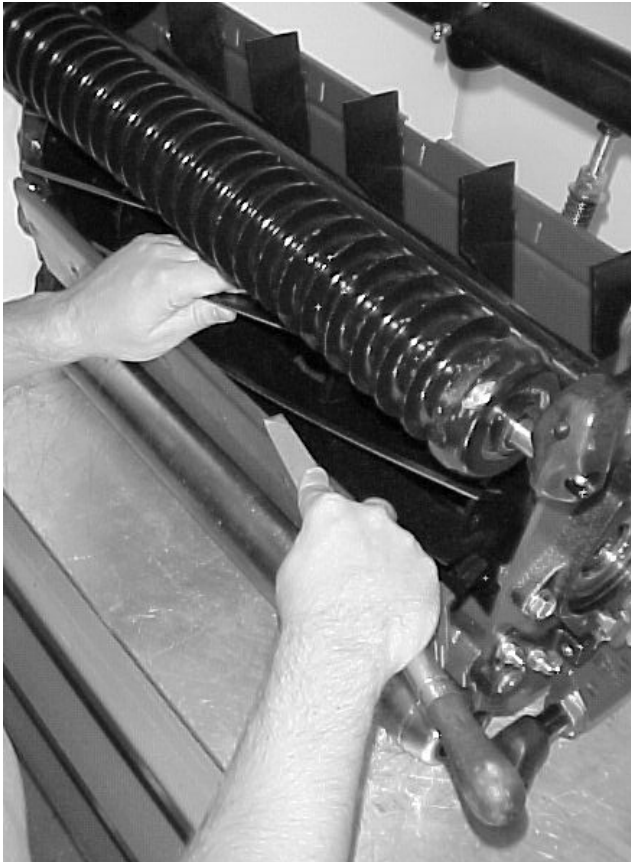

Figure 73
11. Lorsque le plateau de coupe est correctement affûté, une bavure se forme sur l'arête avant de la lame. À l'aide d'une lame, éliminez la bavure sans émousser le tranchant de la lame (Fig. 73).